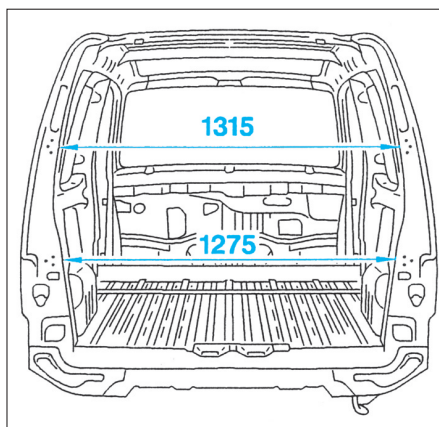

FIG. 158
- Contrôler l'écartement (Fig.158).